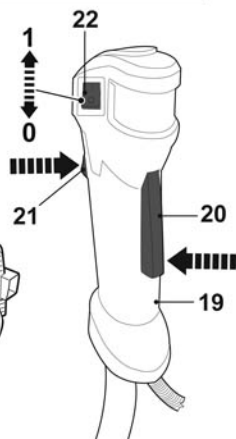

Fig. 23
- > Pressione o bloqueio do acelerador [20] e o controlo do acelerador [21] (fig. 23).
- > Pressione o bloqueio do acelerador [20] e o estrangulador [21] (fig. 23).